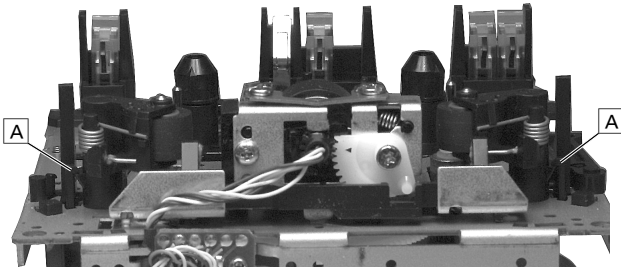

Fig. 27
- Rastnase **A** austrasten und Andruckrollenhebel nach oben abziehen (Fig. 27).
- Disengage the catch **A** and lift off the pressure roller lever (Fig. 27).